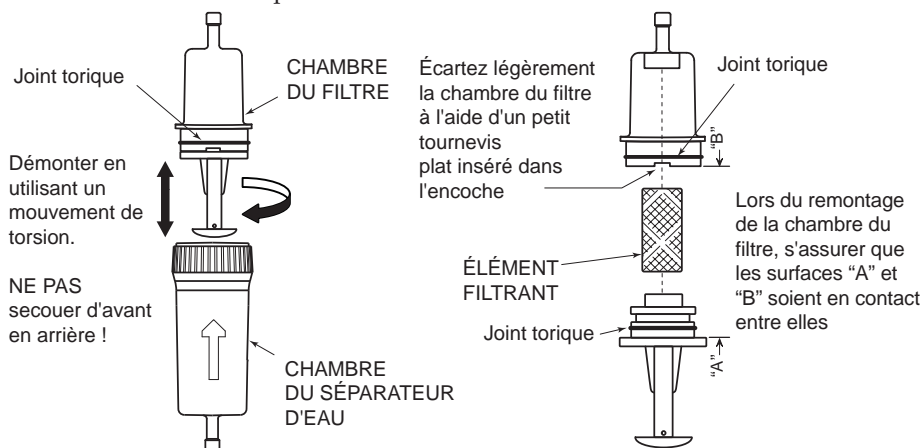

Figure 6-5. Démontage de l'assemblage filtre / séparateur d'eau
1. Retirer la chambre du séparateur d'eau comme indiqué à la figure 6-5.